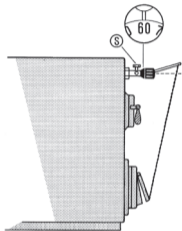

Fig. 1:
Bei **waagrechtem Einbau** muss die Sechskantschraube (S) senkrecht nach oben zeigen. Für die Einregulierung gelten die **roten Zahlen** und die **rote Marke** (vgl. Fig. 1).
When **installed horizontally**, the hexagon screw (S) must point upwards. For control in this position, the **red figures** and the **red mark** are used (Fig. 1).
Pour le **montage horizontal**, la vis 6 pans (S) occupe une position verticale. Les **chiffres et les repères rouges** servent au réglage (Fig. 1).
Set required flow temperature using the knob. Allow the boiler to heat up slowly until the set temperature is reached. Arrange the lever arm so that short section with the bore for the chain **points to the front, lies approximately horizontal (dotted line in Figs. 1 and 2) and is positioned as precisely as possible over the chain mounting point.**
La température du départ désirée est réglée à l'aide du bouton de réglage ; monter progressivement la température de la chaudière jusqu'à ce que la température affichée soit atteinte. A partir de ce moment, le levier peut être positionné horizontalement et verticalement, de façon à ce que la section la plus courte, portant le trou de fixation de la chaînette, soit dirigée **vers l'avant dans une position approximativement horizontale (ligne discontinue fig. 1 et 2), de sorte qu'elle soit alignée avec la fixation de la porte de tirage.** Ce réglage effectué, immobiliser en serrant la vis de fixation (2). Veiller à ce que la vis prenne appui sur une face plate et non sur un angle du levier. En dernier lieu, régler la chaînette de telle sorte que la porte d'aération maintienne une ouverture d'environ 1 mm au moment où la température affichée est atteinte.